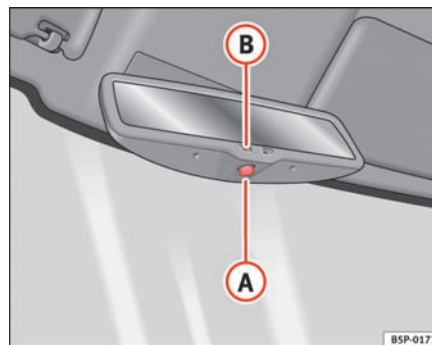

Fig. 87 Bakspejl med automatisk afblænding
- Tryk på knappen **A** ⇒ fig. 87. Kontrollampen **B** slukker.
- Tryk på knappen **A** ⇒ fig. 87. Kontrollampen lyser.